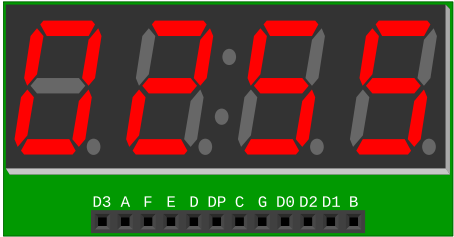

Figura 3: Diagrama do display.
- A figura 3 ilustra a placa do display.